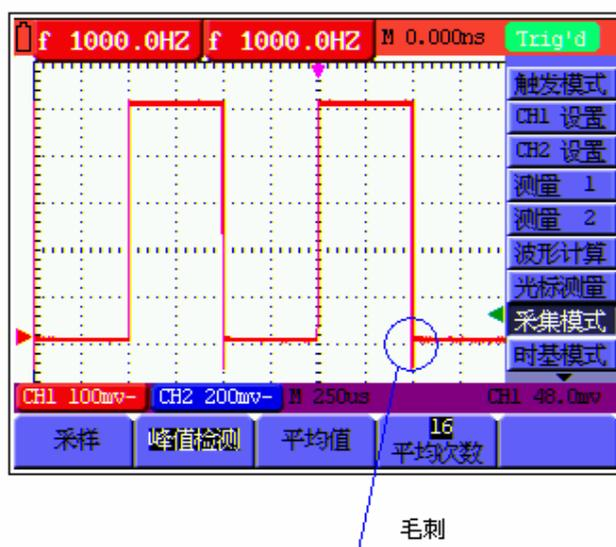

图 16：峰值检测
- 按 **F2** 键，选择 **峰值检测**。这时你可以测量尖峰脉冲。见图 16：